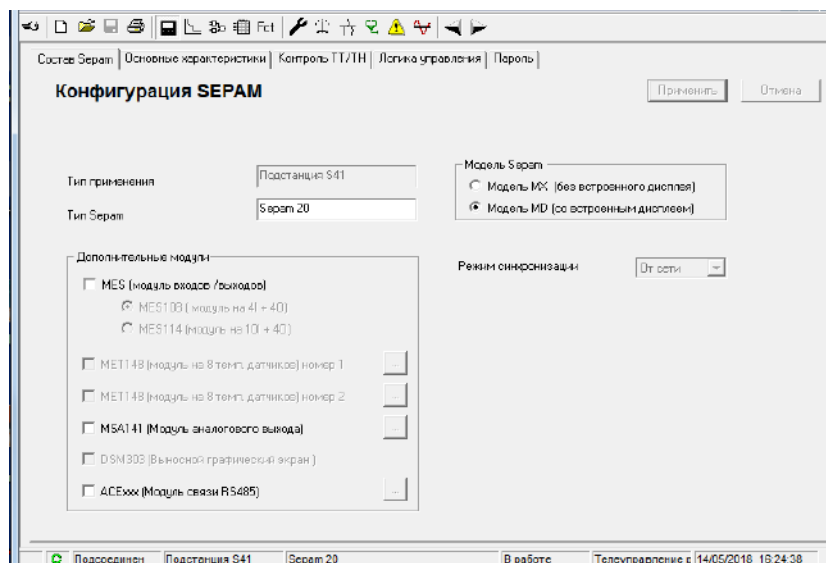

Рисунок 8.2 – Окно «Конфигурация Seram»
7. Открыть вкладку «Конфигурация Seram» (рис. 8.2), на данной вкладке расположена информация по типу модели блока, устанавливаемых модулях. К блоку на обратной панели подключен расширительный модуль MES114, который необходимо активировать, установив «галочку» напротив него. Обозначить название блока, например, «Seram Отходящая линия», в разделе «Модель» выбрать тип MD.